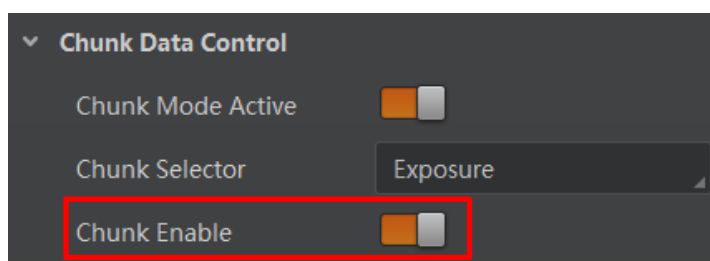

图8-7 启用 Chunk Enable 参数
3. 启用 *Chunk Enable* 参数，即可嵌入相应信息，如图 8-7 所示。